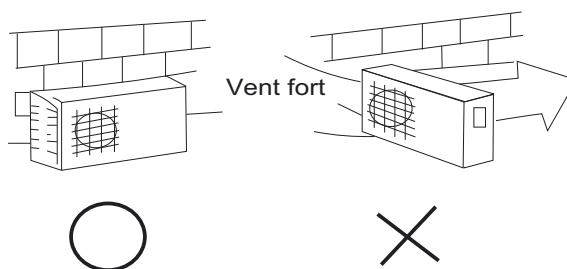

Fig. 9 – Installation sous vent fort
1. Sélectionnez l'emplacement d'installation de l'appareil extérieur en respectant les exigences d'installation. Pour éviter une exposition au vent, installez l'appareil extérieur en orientant l'entrée d'air vers le mur (voir figure 9).